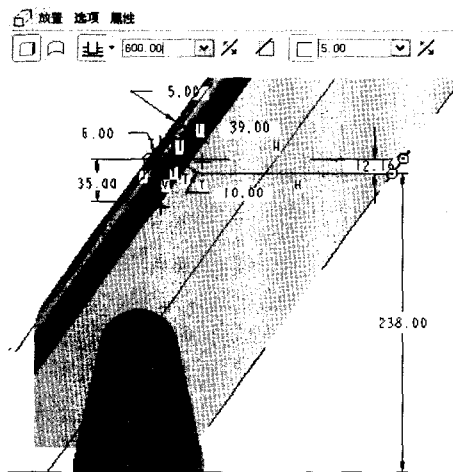

图5 踏步板横截面轮廓
④通过拉伸薄板命令建踏步,其中它的截面曲线绘制要求在梯架两轮廓线以内,以平台平面作为参照基准,通过约束使曲线水平段与平台平行,两 endpoints 的位置关系如图5,通过上面的约束,不论梯架角度如何变化,都可以保证踏步始终与平台平行,且侧向宽度始终在梯架内部。